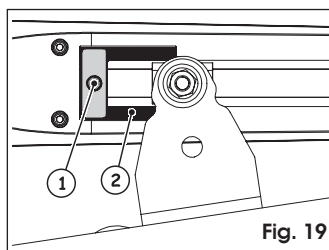

Fig. 19
3. Desserrer la vis de fixation, figure 19 réf. ①. Il n'est pas nécessaire d'extraire complètement la vis.
L'arrêt mécanique travaille accouplé à un secteur denté, figure 19, réf. ②. En cas d'obstacles durant l'actionnement, vérifier que l'accouplement est libre. NE PAS RÉALISER DE PERÇAGES.